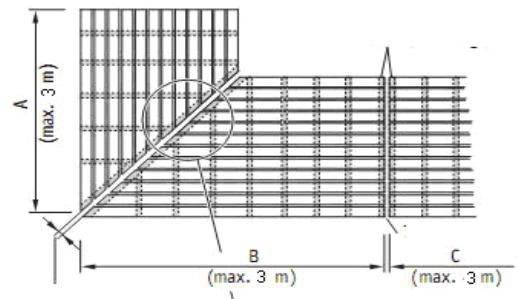

Рис. 7
**Компенсационные зазоры при укладке в ус:** При укладке в ус в месте стыка должен выдерживаться компенсационный зазор не менее 10 мм. Максимальная длина укладываемого профиля до ближайшего общего разделительного шва составляет 3 м. Соединение в ус выполняется на опорной лаге, который следует крепить к основанию. (рис. 7).